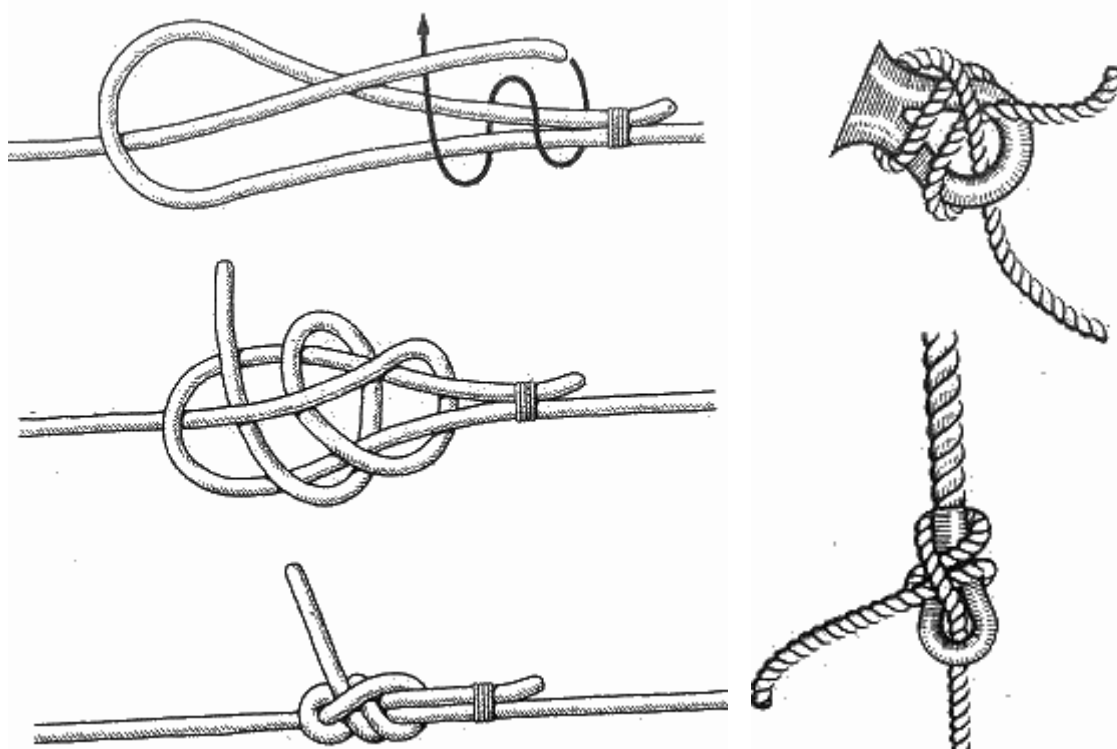

Рис. 39. Брам-шкотовый узел
**Брам-шкотовый узел** (рис. 39). Так же, как и шкотовый узел, свое название он получил от наименования снасти - брам-шкот, которой растягивают шкотовые углы нижней кромки прямого паруса при постановке брамселей. Если шкотовым узлом вяжут одинарные шкоты нижних парусов, то брам-шкотовым узлом вяжут брам-шкоты и бом-брам-шкоты, брам-фалы и бом-брам-фалы, а также брам-гитовы.